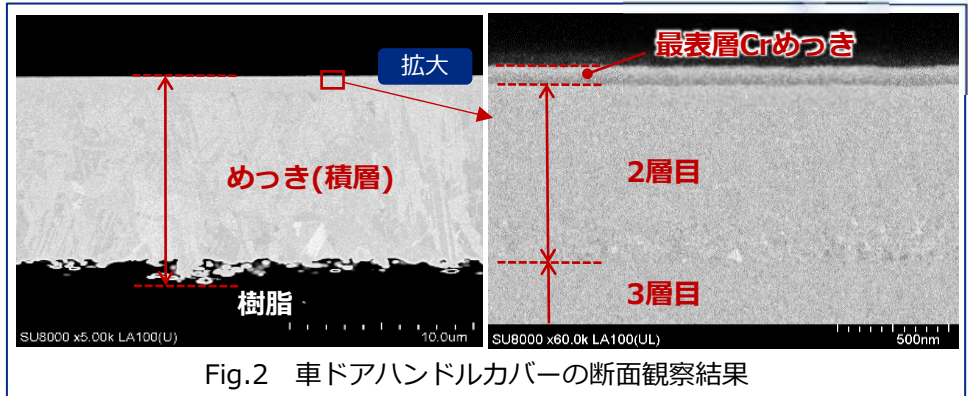

Fig.2 車ドアハンドルカバーの断面観察結果
■めっき部分についてイオンミリングにより断面を作製し、めっきの厚みを計測した結果、全めっき厚は11~12μm程度、最表層の薄いめっき(クロム)は85nm程度、その下2層目のめっきは850nm程度であることがわかりました (Fig.2[SEM観察時倍率×5K、60K])。